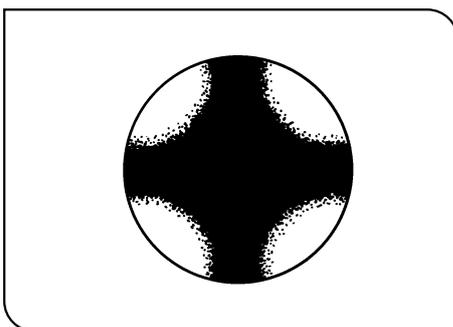

Fig. 4
4. Guardare nel percorso ottico attraverso l'attacco in alto sull'analizzatore MX-ANM e ruotare finché la zona isogira scura a forma di croce (Fig. 4) non è perfettamente nitida. A questo punto, serrare a fondo la vite di fermo.